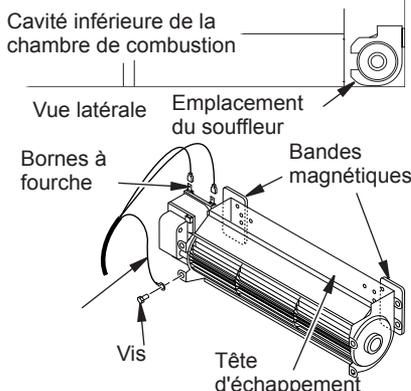

Figure 35 - Modèle de souffleur BK
1. Raccordez le cordon électrique au moteur du souffleur en poussant fermement les deux bornes femelles à la fin du cordon sur les deux bornes à fourche sur le moteur du souffleur (voir figure 35).
2. Raccordez le fil vert de terre du cordon électrique au boîtier du souffleur avec les vis fournies (voir figure 35). Serrez bien les vis.
3. Placez le souffleur contre la paroi inférieure arrière du boîtier externe de la chambre de combustion avec la tête d'échappement vers le haut. Le souffleur s'encastre dans l'ouverture arrière et sera tenu en place contre la paroi arrière par des aimants (voir figure 35).